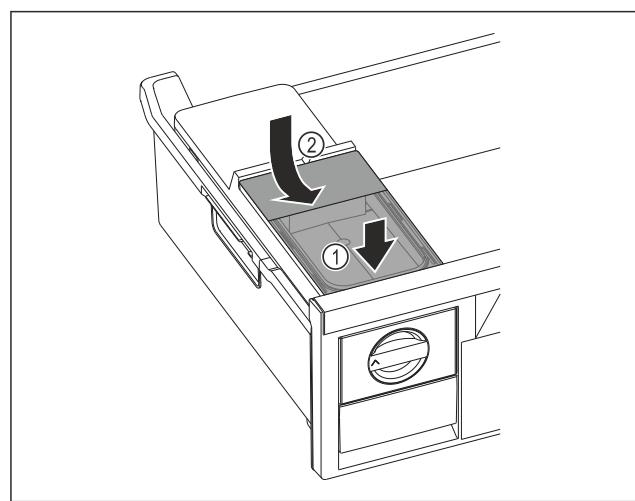

Fig. 99
- Поставете резервоара за вода отпред. Fig. 99 (1)
Спуснете резервоара за вода отзад. Fig. 99 (2)